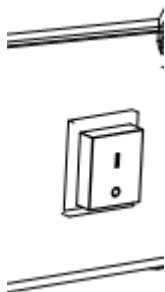

Figura 2
- a. Coloque el interruptor en la posición I y compruebe que el ventilador funciona correctamente. (Figura 2)